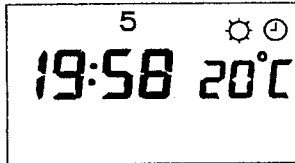

Fig. 5.5
Hvis De ikke ønsker at ændre i varmeprogrammet trykkes en af tasterne (6), (8), (9), (11) eller (12) og displayet går tilbage til normalvisning (drift) fig. 5.5.
Programmeringstasten **Pro** trykkes igen ind og der kvitteres for det ændrede program på rumtermostaten, displayet går tilbage til normalvisning (drift) fig. 5.5)